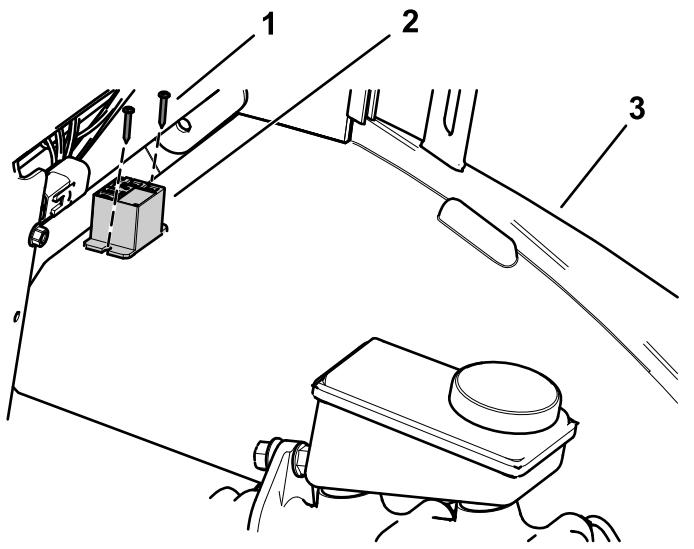

Рисунок 8
6. Установите реле на левое крыло с помощью 2 винтов (№ 4 x 3/4 дюйма), как показано на Рисунок 8.